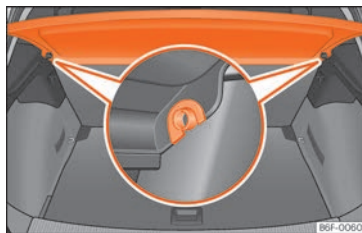

Abb. 146 Im Gepäckraum: Gepäckraumabdeckung aus- und einbauen.
- Ziehen Sie die Gepäckraumabdeckung nach oben aus den seitlichen Halterungen »» (Abb. 146) heraus.
- Führen Sie die Gepäckraumabdeckung horizontal ein, so dass das „Hufeisen“ über der Aufnahmeachse »» (Abb. 146) liegt, und drücken Sie die Abdeckung nach unten, bis sie einrastet.